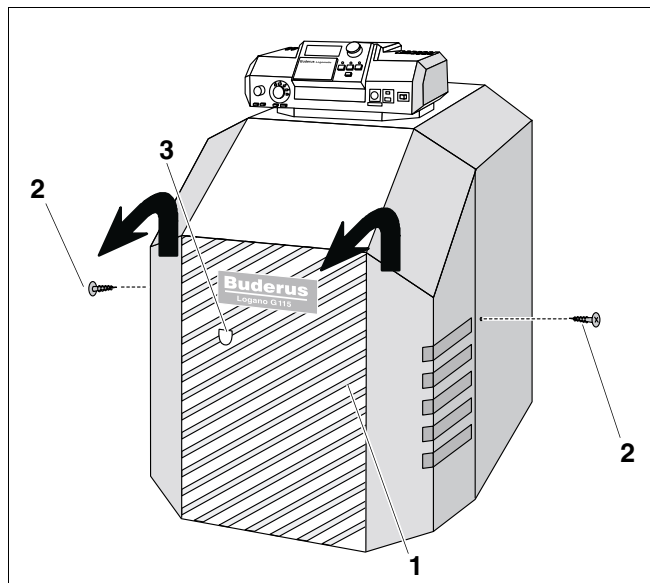

Fig. 5 Afmontering af brænderkappen
Hvis Logano G115 er udstyret med en Logatop-brænder af typen BE, kan du trykke på brænderens reset-knap gennem hullet i brænderkappen (fig. 5, **pos. 3**). Du skal ikke afmontere brænderkappen.
- Løsn de to låsebolte (fig. 5, **pos. 2**) i brænderkappen (fig. 5, **pos. 1**).
- Tag brænderkappen (fig. 5, **pos. 1**) af.